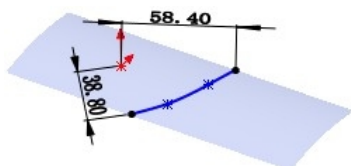

图 5.12.5 3D 草图 1
Step4. 创建图 5.12.5 所示的 3D 草图 1。选择下拉菜单 **插入(I)**  **3D 草图** 命令；在曲面-拉伸 1 的表面上绘制图 5.12.5 所示的草图（使用  **曲线上的样条曲线(F)** 命令）；选择下拉菜单 **插入(I)**  **退出草图** 命令，退出草图设计环境。